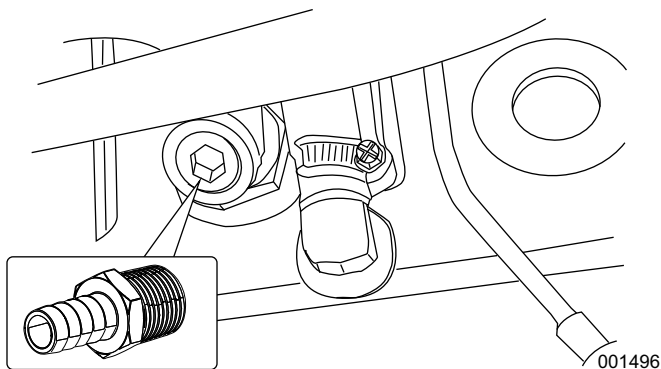

Figure 8. Passage du liquide de refroidissement
21. Voir **Figure 8**. Appliquez un enduit d'étanchéité adapté sur les filetages du raccord de 12 mm (1/2 po) et procédez à l'installation dans le coude réducteur du passage de liquide de refroidissement.